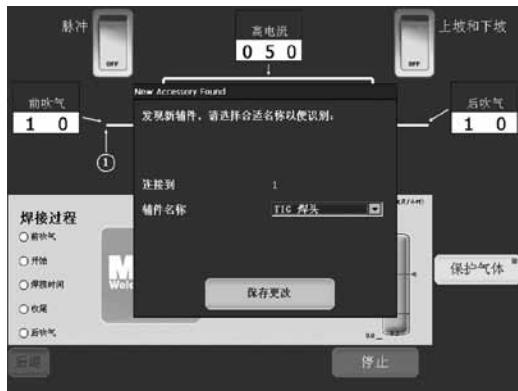

图 1 – 附件窗口
7. M200 电源的屏幕上将显示一个附件窗口。从下拉列表中选择 **TIG TORCH (TIG 焊炬)**。图 1。